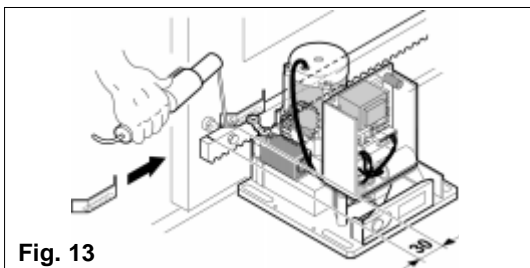

Fig. 13
- 3) Fare scorrere il lamierino sulla cremagliera nel senso d'apertura (fig.13).
Appena il led del finecorsa di apertura presente sull'apparecchiatura elettronica si spegne, fare avanzare il lamierino di circa 30 mm e fissarlo provvisoriamente sulla cremagliera tramite due punti di saldatura (fig.13)